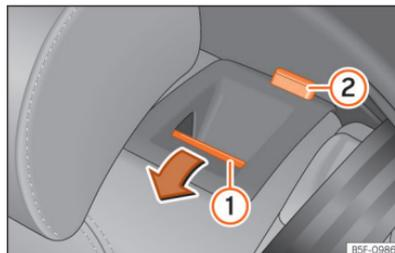

Fig. 64 Banco traseiro: rebater o encosto.
- Pressione o botão de desbloqueio »» Fig. 64 1 para a frente e, ao mesmo tempo, rebata o encosto. O encosto traseiro está desbloqueado quando se vê uma marca vermelha no botão 2.